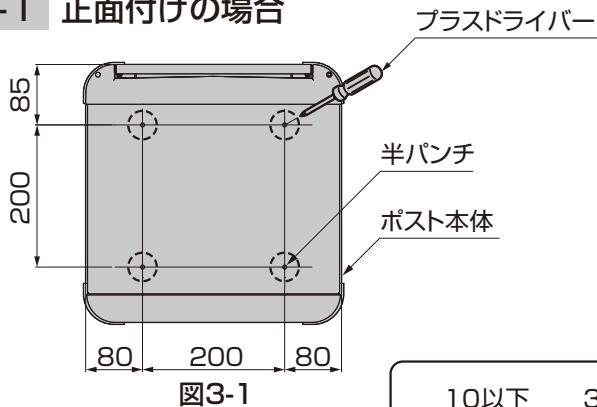

図3-1
- ①ポスト本体の背面4ヶ所の半パンチにプラスドライバーをあてハンマーなどでたたいて、穴をあけてください。(図3-1参照)